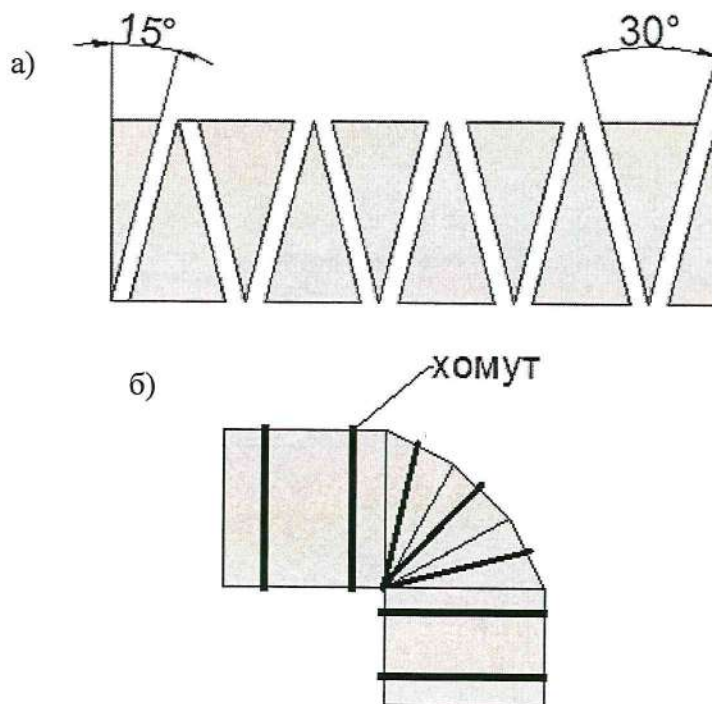

Рис. 3.
- нарезка цилиндра на сегменты с углом 15° или 30° (рекомендуемые углы) при помощи стула (рис.3а);
Схема готовой изоляции изгиба трубопровода приведена на рис. 3б.